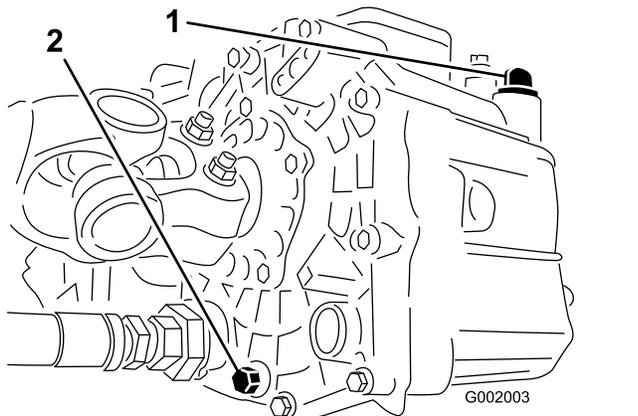

図 50
3. 油圧オイルタンク側面にあるドレンプラグを取り外して流れ出すオイルを大きな容器で受ける 図 50。